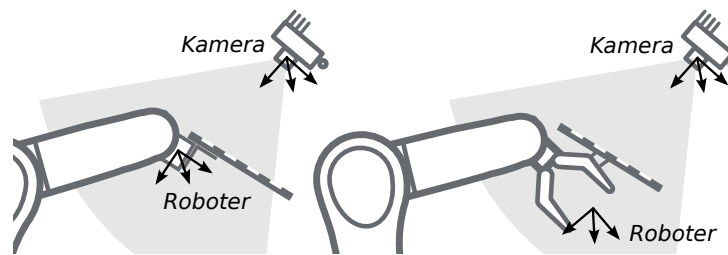

Abb. 5.22: Alternative Montageoptionen für die Befestigung des Kalibrieramusters am Roboter
**Kalibrierung einer statisch montierten Kamera** In Anwendungsfällen, bei denen die Kamera statisch verglichen zum Roboter montiert wird, muss das Kalibriermuster, wie im Beispiel in Abb. 5.21 und Abb. 5.22 angegeben, angebracht werden.
**Bemerkung:** Für das Modul zur Hand-Auge-Kalibrierung spielt es keine Rolle, wie das Kalibriermuster in Bezug auf das benutzerdefinierte *Roboter*-Koordinatensystem genau angebracht und positioniert wird. Das bedeutet, dass die relative Positionierung des Kalibrierusters zu diesem Koordinatensystem weder bekannt sein muss, noch für die Kalibrieroutine relevant ist (siehe in Abb. 5.22).